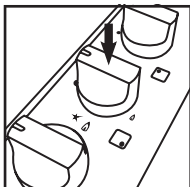

Fig. 3
5. Coloque una gota de pintura dentro del espigo de las válvulas (ver fig.3) para dejar sellado el bypass de regulación. Por último coloque la etiqueta "gas propano 29mbar" cubriendo en la etiqueta de especificaciones "gas natural 20mbar" (parte inferior de la cocina).